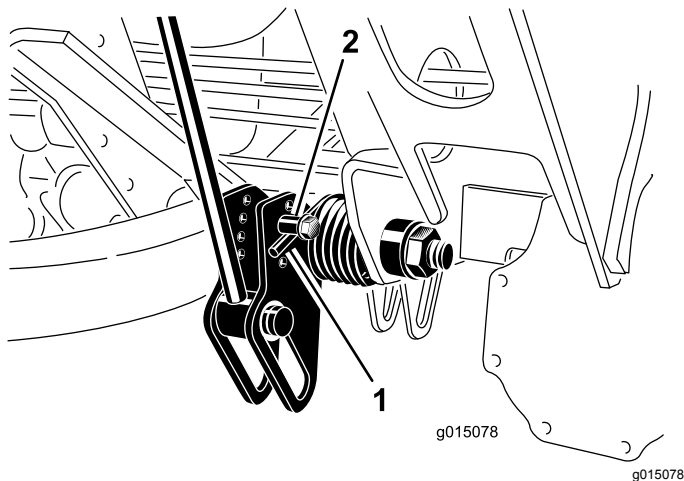

Figura 34
2. Insira um tubo ou objeto semelhante na extremidade longa da mola para aliviar a tensão durante o ajuste (Figura 34).
3. Enquanto alivia a tensão da mola, retire o parafuso e a porca de bloqueio que prendem o atuador de mola ao suporte (Figura 34).